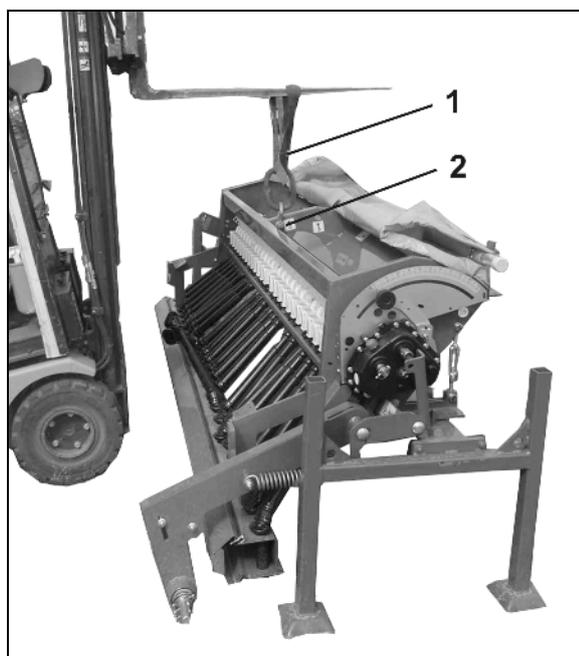

Fig. 17
3. Fixar a máquina com a cinta de içar (Fig. 17/1) do dispositivo de elevação.
Utilizar os pontos de apoio assinalados (Fig. 17/2) na máquina!